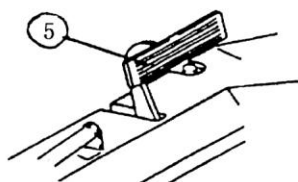

Рис. 1-11.
5) Педаль деселератора (управления замедлителем оборотов двигателя) (5) (Рис. 1-11)